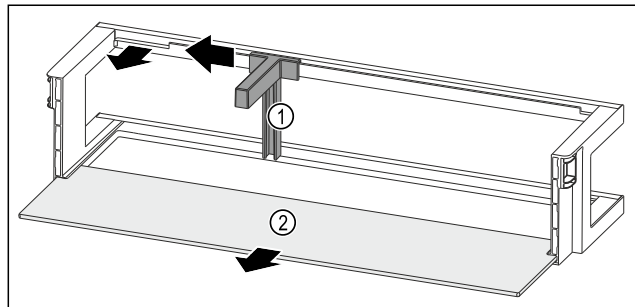

Fig. 51 Лотки на дверцятах із тримачем пляшок і полицю
- ▶ Пересуньте тримач пляшок Fig. 51 (1) убік до пазу.
- ▶ Вийміть тримач пляшок Fig. 51 (1).
- ▶ Дістаньте полицю Fig. 51 (2).